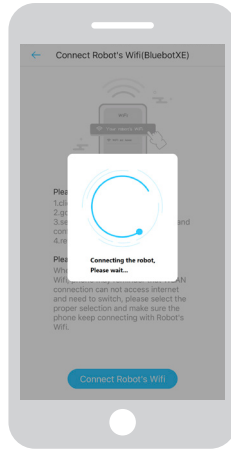

Figure 14 - De robot koppelen
12. Keer terug naar de app. De pop-up "Binding the Robot, please wait..." verschijnt, zie Afbeelding 14.